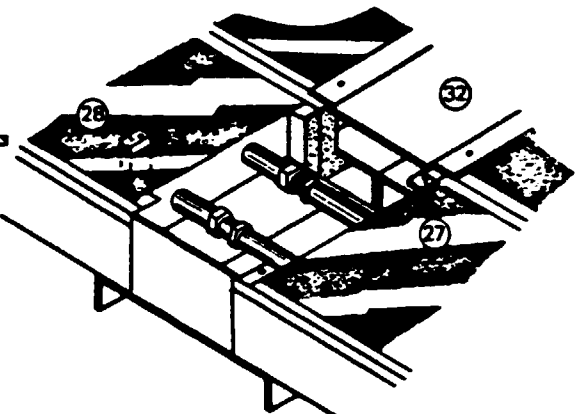

Figure 14
2.73 Coffre intermédiaire (fig. 14)